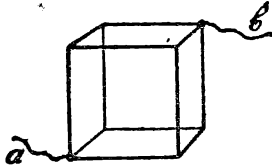

Рис. 1
От в е т. Для увеличения подачи напряжения на экранирующую сетку лампы нужно или уменьшить  $R_1$  (рис. 1) или
**Задача 61.** Определить сопротивление между точками *a* и *b* (рис. 1) кубика, сделанного из провода. Известно, что все ребра кубика одинаковы, каждое ребро имеет сопротивление, равное 1 ому.